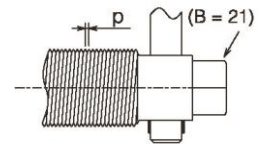

Fig. 3
13. Une vis fine (vis de serrage automatique) est utilisée pour appliquer une force de serrage, ainsi que pour éviter que la vis se desserre facilement. (Voir fig. 3)
18. La tête de la vis est dotée d'un orifice hexagonal pour une clé à rochet (B = 21). Ceci permet d'installer la pince dans un espace confiné sans utiliser la poignée. (Voir fig. 3)